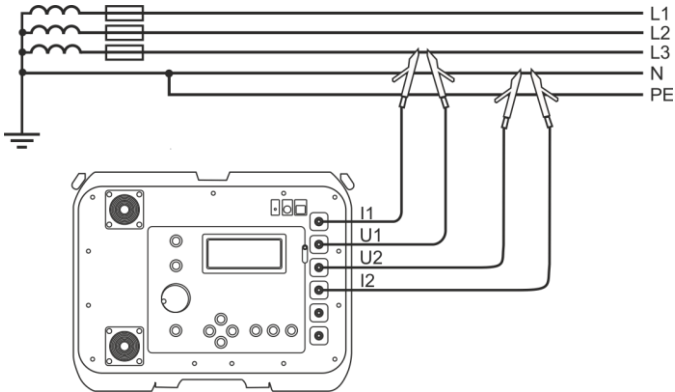
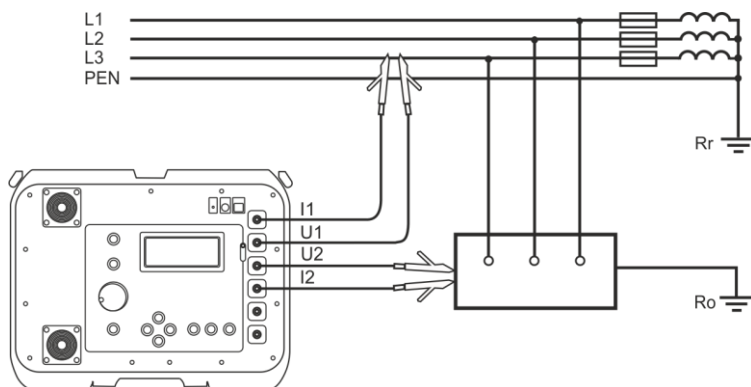

Abb. 21 Messen der Impedanz im aktiven Netz (L-N) mit der 4-Leiter Methode
Abb. 24 Überprüfung des Überschlageschutzes von Gerätegehäusen mit der 4-Leiter Methode bei: a) TN Netzen b) TT Netzen
- Verbinden Sie die Messleitung wie in Abb. 21-Abb. 24 beschrieben: